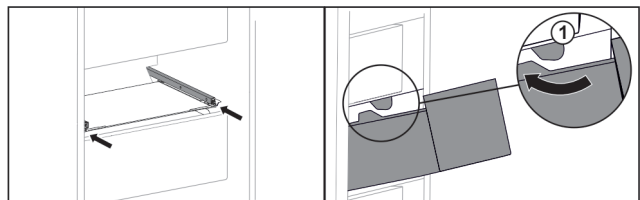

Fig. 31
- ▶ Pase el cajón por los topes Fig. 31 (1)*